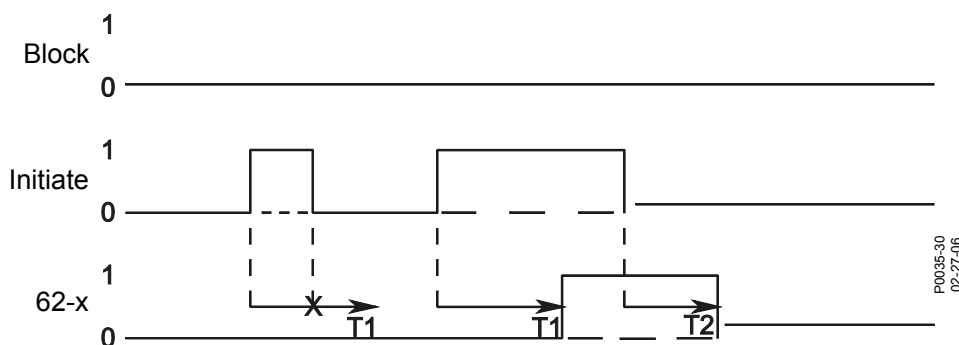

Figura 75-3. Modo de activación/desactivación
- Paso 9: Verifique que se haya registrado el cambio del interruptor 43-1 al estado ENCENDIDO y, aproximadamente 400 ms después, que se haya activado el cronómetro 62-1. Luego, un poco después, que se haya registrado el cambio del interruptor 43-1 al estado APAGADO y que se haya desactivado el cronómetro 62-1, aproximadamente 2.000 ms después. El estado del interruptor 43-1 en el informe de la SER utiliza los parámetros de nombre programable aplicados al interruptor. La Figura 75-3 ilustra la relación de cronometraje del interruptor 43-1 y el cronómetro 62-1.